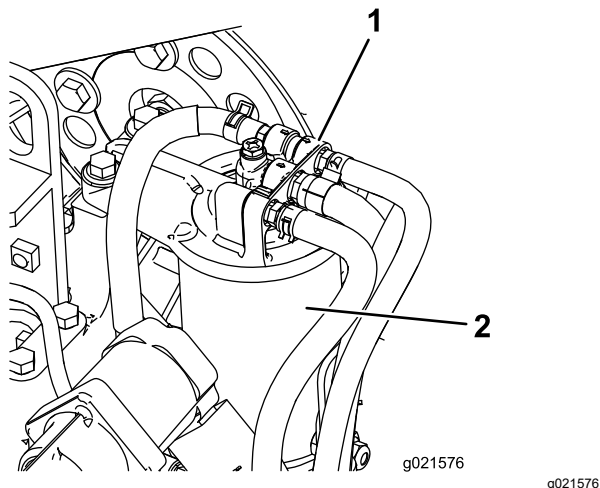

図 77
1. 燃料フィルタのヘッドの周囲をきれいに拭く【図 77】。
2. フィルタを外してフィルタヘッドの取り付け部をきれいに拭く【図 77】。